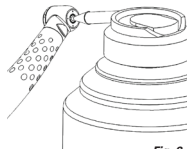

Fig. 6
4. Inserte el adaptador de aerosol en el mandril y aplique el aerosol de 1 a 2 segundos (Fig. 6).